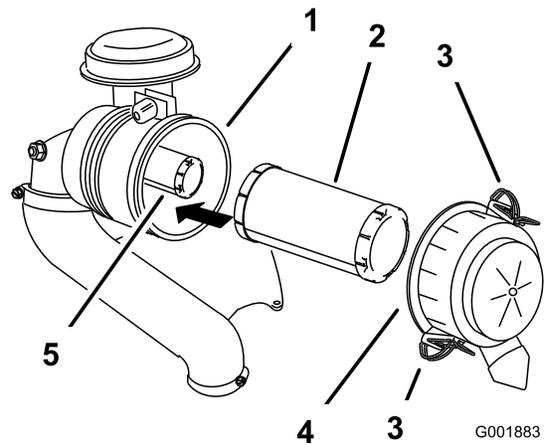

Figure 46
3. Ouvrez les verrous du filtre à air et détachez le couvercle du boîtier du filtre (Figure 46).
5. Sortez le préfiltre du boîtier du filtre avec précaution (Figure 46).
2. Si vous remplacez l'élément intérieur, insérez-le avec précaution dans le boîtier du filtre (Figure 46).
3. Placez ensuite le préfiltre sur l'élément intérieur avec le même soin (Figure 46).